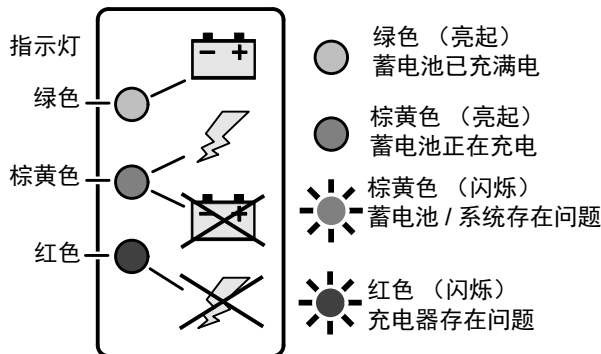

图 3-12. 充电器标志指示灯
3. 在接通电源时，充电器将执行简短的指示灯自检。充电器上的蓄电池指示灯（图 3-12。）将持续闪烁两秒。可在用于取出充电器交流电源线的面板后侧开口处，查看指示灯。
如果在为蓄电池充电过程中发生故障，根据故障情况的不同，充电器的棕黄色或红色指示灯（参见图3-12.）将闪烁。参见下面的表3-1，了解充电器指示灯闪烁代码及其含义。